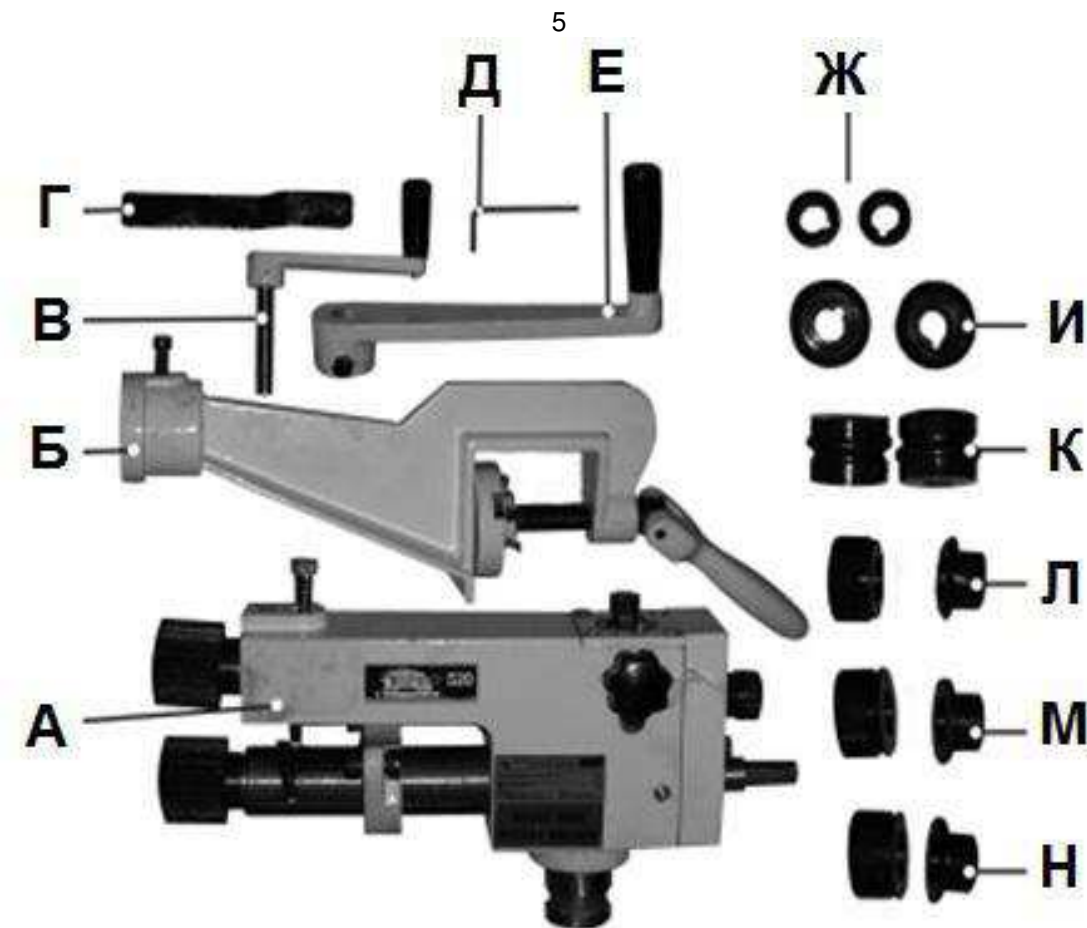

Рис. 1
3. КОМПЛЕКТНОСТЬ (Рис. 1)
- 7.1. Вставьте станок отбортовочный (А) в основание (Б) (Рис. 1).
- 8.1.4. Установите распорные кольца (Ж) (Рис. 1) на ведущий (6) и ведомый (8) валы станка.
- 8.4.1. Отверните шестигранным ключом (Д) (Рис. 1) винт стопорной пластины (4).
- 8.4.3. Заверните шестигранным ключом (Д) (Рис. 1) винт стопорной пластины (4).